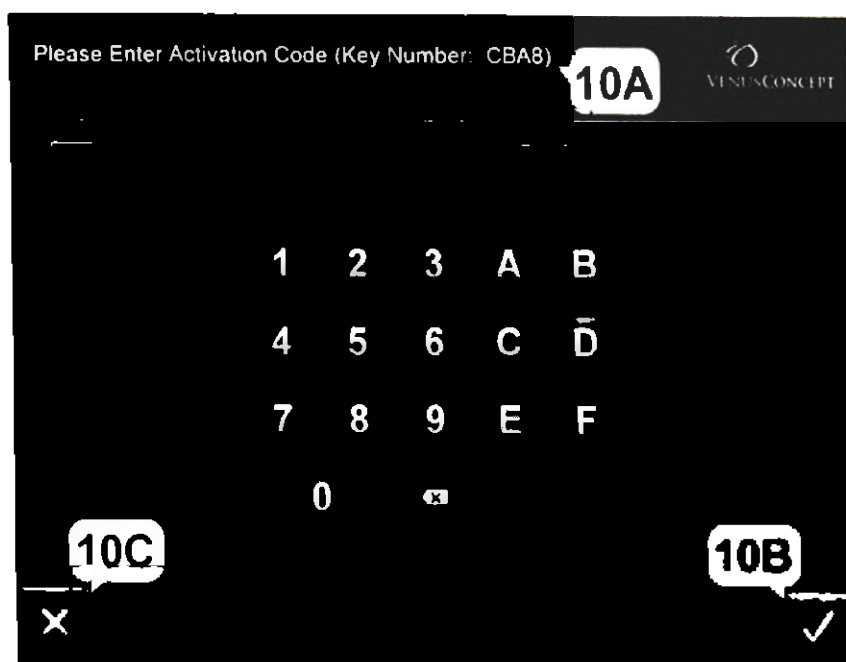

Рис. 5-12: Экран введения кода активации
i. Нажать кнопку введения кода активации. На экране появится новое окно (см. рис. 5-12) с 4-значным кодом (отмечен 10А).